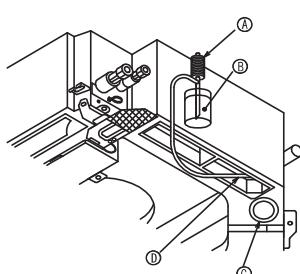

Fig. 7-5
7.4. การตรวจสุขภาพระยะท้ายน้ำ (Fig. 7-5)